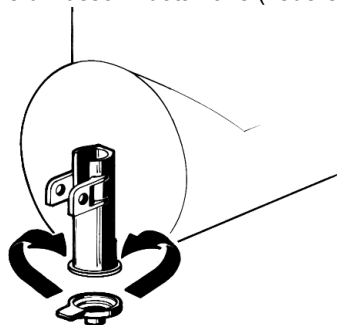

figura 6
**10** Riduttore di flusso: quando il distributore viene utilizzato per il raffreddamento di bevande è consigliabile installare sul rubinetto il riduttore di flusso in dotazione (vedere figura 6).